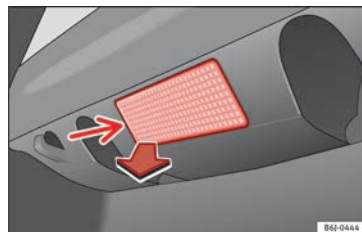

Fig. 205 Luz del maletero.
- Extraiga la tulipa haciendo presión sobre el borde de la parte interior de la misma (flecha) con ayuda de un destornillador por su parte plana » fig. 205.